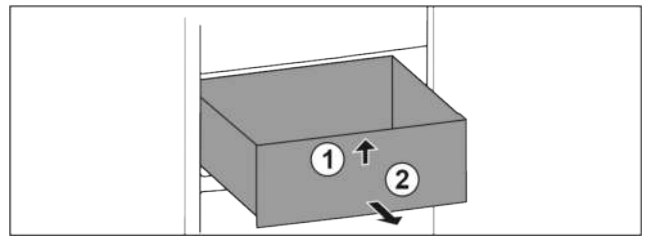

Fig. 47
- ▶ Schubfach vorne anheben. Fig. 47 (1)
- ▶ Schubfach nach vorne entnehmen. Fig. 47 (2)